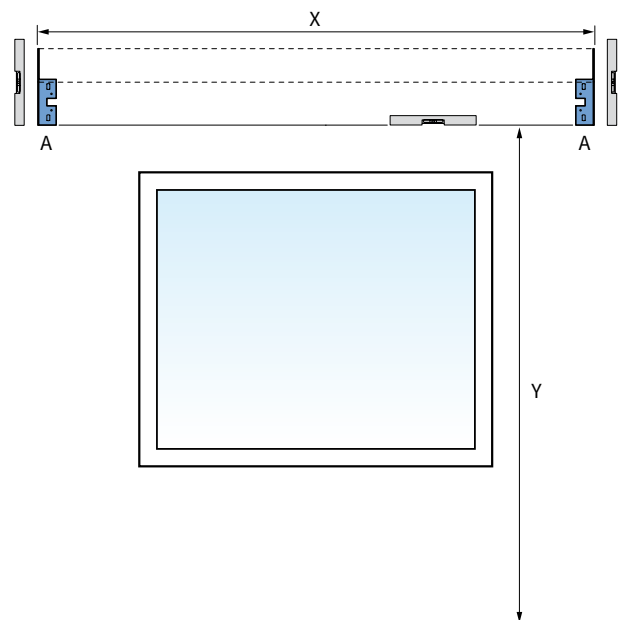

Abb. 1.2 Anbringung der Wandhalterungen
Markieren Sie die Bohrlöcher der Wandhalterungen (A) genauestens an der Wand gemäß den Maßen X und Y in Abbildung 1.2.